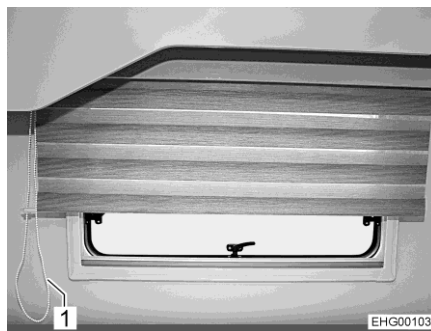

Bild 83 Variabel rullgardin i det bakre området
- Dra i snöret på kedjan (Bild 83,1) som stänger den variabla rullgardinen tills rullgardinen befinner sig i önskat läge.
- Dra i snöret på kedjan (Bild 83,1) som öppnar den variabla rullgardinen tills rullgardinen befinner sig i önskat läge.